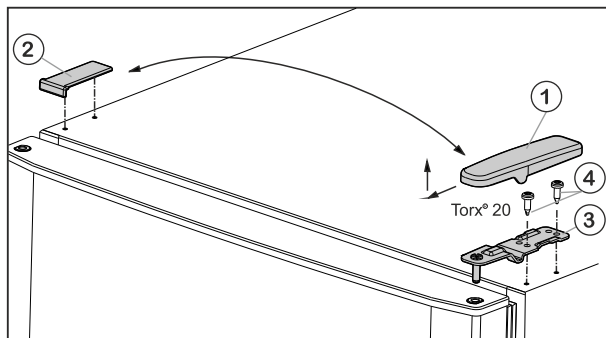

Fig. 6
- ▶ Előre és felfele húzza le a fedelet Fig. 6 (1).
- ▶ Emelje le a fedelet Fig. 6 (2).
- ▶ Csavarozza le a felső csapágybakot Fig. 6 (3) (2 db Torx® 20) Fig. 6 (4), és felfele húzza le.
- ▶ A felső csapágybakot Fig. 6 (3) helyezze a csuklópánt új oldalán az ajtóba.
- ▶ A felső csapágybakot **erősen (4 Nm-es nyomatékkal)** csavarozza fel – (2 db Torx® 20) Fig. 6 (4). Esetleg használjon akkus csavarhúzót.
- ▶ A fedelet Fig. 6 (1) kívülről helyezze fel az ellenkező oldalra és pattintsa be.
- ▶ A fedelet Fig. 6 (2) mindig felülről helyezze fel az ellenkező oldalra és pattintsa be.